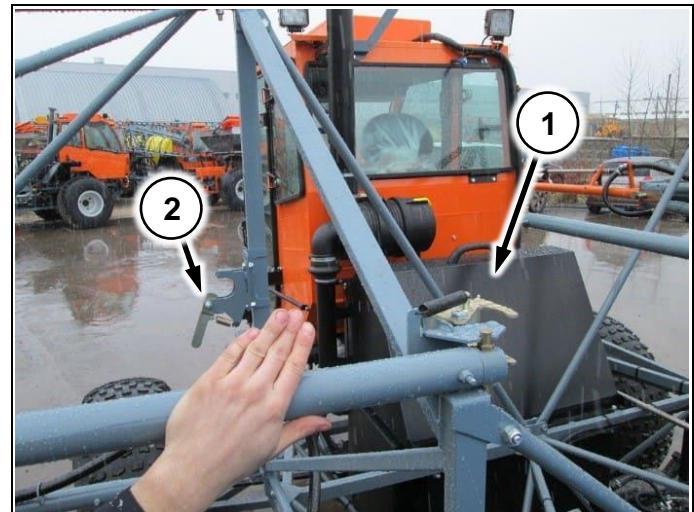

Рис. 67
4. Убедитесь, что пальцы корневой секции попали в упор и закрыть замок (Рис. 67/1)
Перед раскладыванием штанг убедитесь, что замок концевой секции на пирамиде (Рис. 67/1) открыт!
Флажки на штангах идентичные и выглядят как на Рис. 67/2